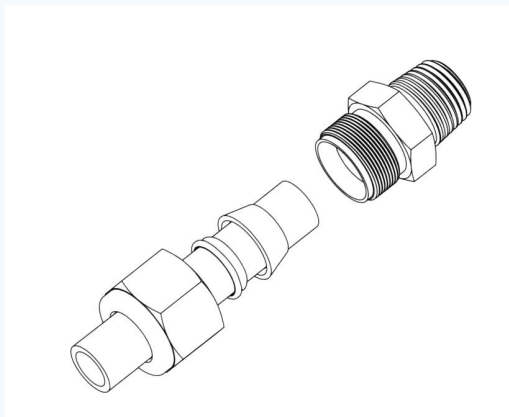

Рис. 3. Ориентация гайки и обжимных колец
- 3 Вставьте трубу в обжимной фитинг НТА-Пром. Снимите гайку с фитинга, оставив гайку и обжимные кольца на трубе. Убедитесь в правильной ориентации гайки, заднего и переднего колец (см. Рис. 3).